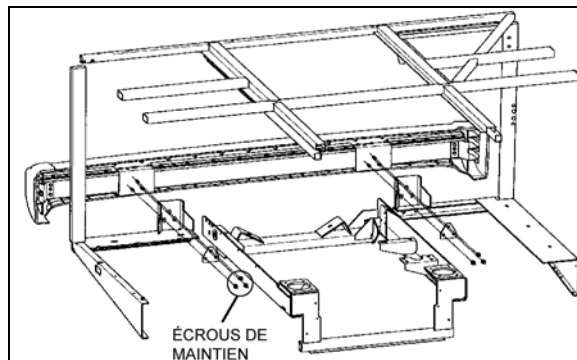

FIGURE 12 : ENSEMBLE DU PARE-CHOCS ARRIÈRE
Les supports de plaque d'immatriculation sont entreposés dans le premier compartiment à bagages. Installer les supports conformément à la figure 12.
1. Enlever les six écrous (trois de chaque côté) qui fixent l'ensemble du pare-chocs au véhicule et retirer le pare-chocs (Figure 12).